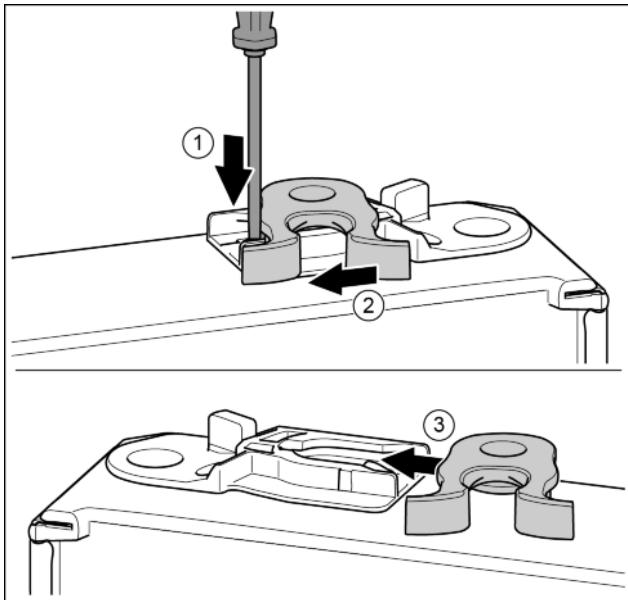

Fig. 18
- За допомогою шліцевої викрутки притисніть униз накладку. Fig. 18 (1)
- Витягніть із напрямної запірний гачок. Fig. 18 (2)
- Вставте запірний гачок у напрямну з іншого боку. Fig. 18 (3)